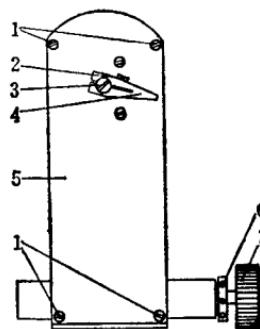
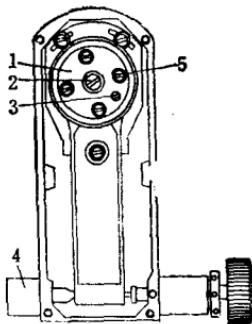
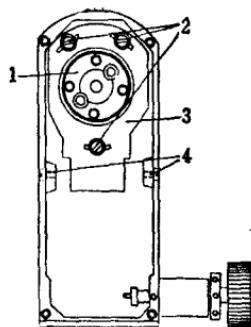

图 1-11 左端支架外形图
图 1-12 左端支架构造图
图 1-13 横轴偏心轴套机构图
1) 旋松望远镜制动螺旋扳手上的紧固螺丝(图1-11之2)，将扳手(图1-11之4)取下。
2) 旋去支架上四个护盖螺丝(图1-11之1)，把护盖(图1-11之5)取下，并取下望远镜制动螺旋上面的防灰圈和弹簧。此时即如图1-12所示。
3) 从支架内壁旋去望远镜微动螺旋弹簧座的一个止头螺丝，将弹簧座(图1-12之4)旋下。
(1) 转动横轴使望远镜制动及微动架的四个固连螺丝(图1-12之5)，对准外面压环(图1-12之1)上的拆取孔，然后旋去这四个螺丝，即可将此架整套取下。此时即如图1-13所示。
(2) 旋去制动螺旋顶板定位螺丝(图1-12之3)，用两脚扳手插入制动及微动架压环(图1-12之1)上面两个对